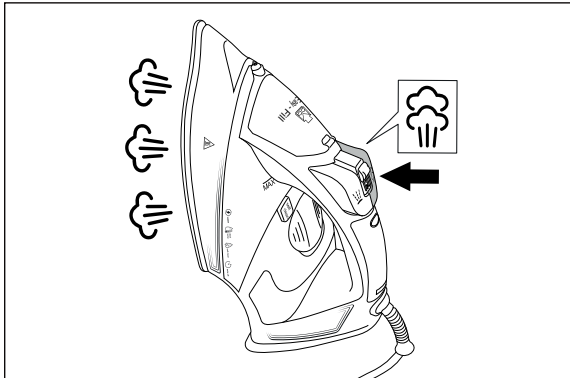

Fig. 7
- 4) Appuyez plusieurs fois brièvement, toutes les 5 secondes environ, sur la touche de jet de vapeur **4** (voir fig. 7).